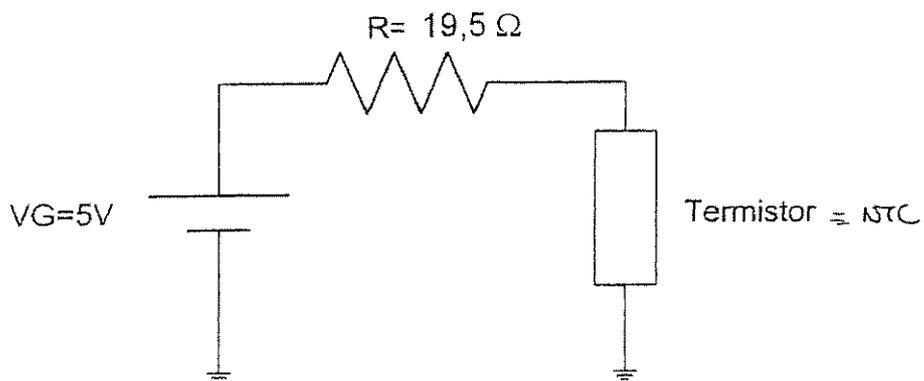

Figura 2
- Dibuje en la figura 2 las rectas de carga correspondientes a las dos posiciones del conmutador.
- El conmutador se encuentra en la posición B desde hace una hora. Marque en la figura 2 el punto de trabajo del NTC e indique el valor de su resistencia eléctrica.
- Partiendo de la situación anterior, se acciona el conmutador en $t = t_1$ de modo que pasa a la posición A, permaneciendo en dicha posición durante más de dos horas. Transcurrido dicho tiempo vuelve a accionarse el conmutador (en $t = t_2$) para que vuelva a la posición B, posición en la que permanece indefinidamente. Dibuje en figura 2 la trayectoria del punto de trabajo durante todo el proceso. Calcule la potencia aplicada al NTC y la potencia disipada por el mismo en el instante inmediatamente posterior a $t = t_1$ y en el instante inmediatamente anterior a $t = t_2$.
- c) La trayectoria del punto de trabajo ha sido dibujada en la figura. El punto de partida es Q1. Un instante después de producirse la conmutación de B a A en $t = t_1$, la temperatura del NTC no ha podido cambiar (y tampoco su resistencia), por lo que el nuevo punto de trabajo será la intersección de la nueva recta de carga (A) con la línea de resistencia constante correspondiente al instante anterior a la conmutación, es decir Q2. Progresivamente el termistor se va calentando y el punto de trabajo se desplaza a lo largo de la recta de carga A hasta alcanzar la situación de equilibrio en Q3. Un instante después de producirse la conmutación de A a B en $t = t_2$, la temperatura del NTC no ha podido cambiar (y tampoco su resistencia), por lo que el nuevo punto de trabajo será la intersección de la nueva recta de carga (B) con la línea de resistencia constante correspondiente al instante anterior a la conmutación, es decir Q4. Progresivamente el termistor se va enfriando y el punto de trabajo se desplaza a lo largo de la recta de carga B hasta alcanzar la situación de equilibrio de nuevo en Q1.
El termistor se monta en un circuito como el de la Figura 2. Calcule: